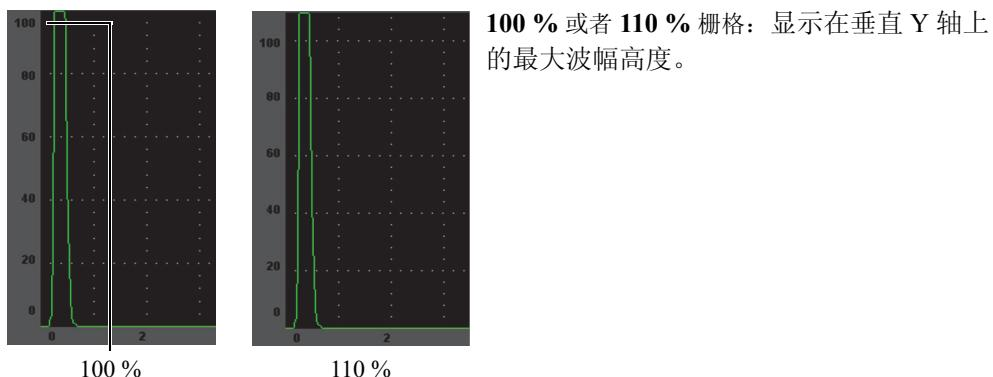

图 7-5 Y 轴栅格模式
5. 选择所需的 Y 轴栅格模式 (参见第 129 页的图 7-5)。